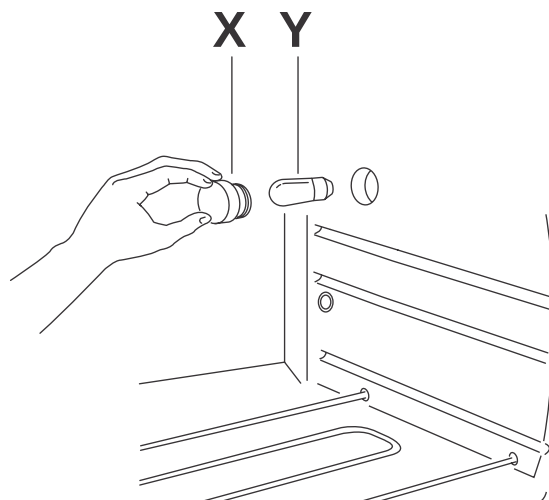

рис. 12
Для очистки внешней поверхности используйте только влажную губку (см. рис. 12). Избегайте использовать абразивные материалы, которые могут повредить поверхность (эмаль или краску). Будьте внимательны, чтобы вода или моющее средство не попали в отверстия, расположенные с правой стороны печи.
- снимите защитное стекло **X**, отвернув против часовой стрелки и замените лампу **Y** на такую же (см. рис. 12). Заверните на место защитное стекло **X**.